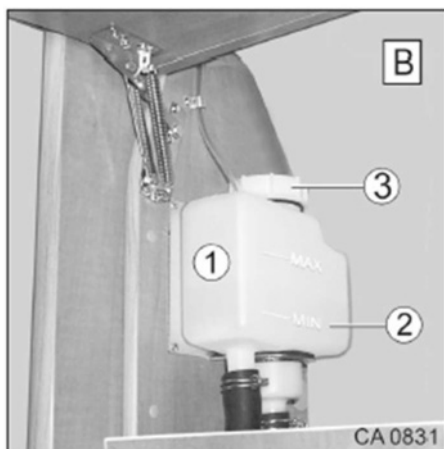

Fig. 190 Vase d'expansion
1. Tourner le raccord vissé sur le vase d'expansion (Fig. 190/3) dans le sens anti-horaire.
2. Verser le mélange de glycol dans le récipient (Fig. 190/1).
Le niveau de remplissage (à une température ambiante de 20 °C) doit se situer environ un centimètre au-dessus du repère Min. (Fig. 190/2).